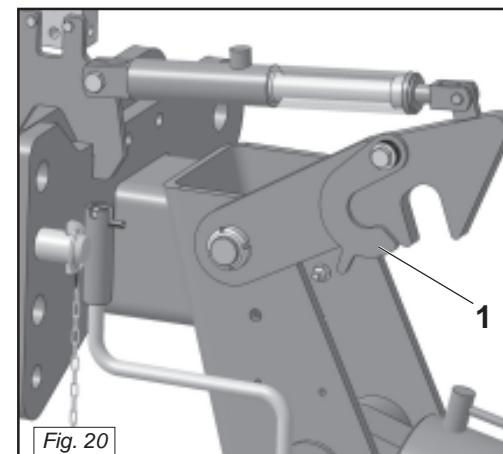

Fig. 20
- Scendere dal trattore, ruotare gli agganci di blocco fino al completo disimpegno con i perni (1 Fig. 20).
- Get off the tractor and turn the locking clips until they have completely detached from the pins (1 Fig. 20).
- Aus dem Traktor aussteigen und die Sperrhaken drehen, bis die Bolzen (1 Abb. 20) ganz freigegeben werden.
- Descendre du tracteur, tourner les crochets de blocage jusqu'à dégager les broches (1 Fig. 20).
- Descender del tractor, girar los enganches de bloqueo hasta que se liberen completamente de los pernos (1 Fig. 20).